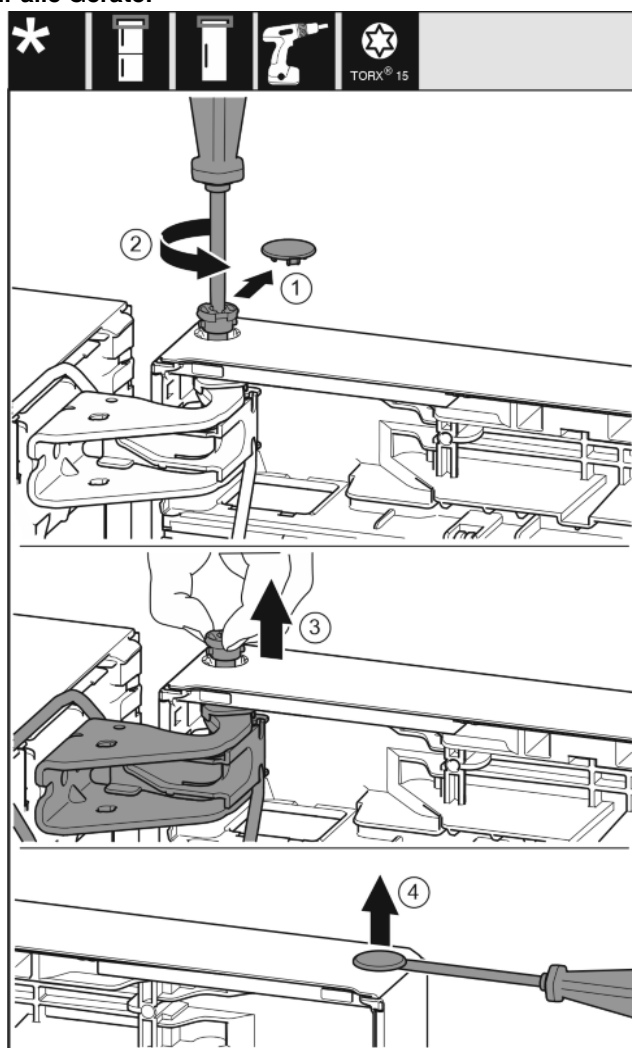

Fig. 18
- ▶ Sicherungsabdeckung vorsichtig abziehen. Fig. 18 (1)
- ▶ Bolzen mit Schraubendreher T15 ein Stück herausdrehen. Fig. 18 (2)
- ▶ Tür festhalten und Bolzen mit den Fingern herausziehen. Fig. 18 (3)
- ▶ Stopfen aus der Tür Lagerbuchse vorsichtig mit einem Schlitzschraubendreher anheben und herausziehen. Fig. 18 (4)